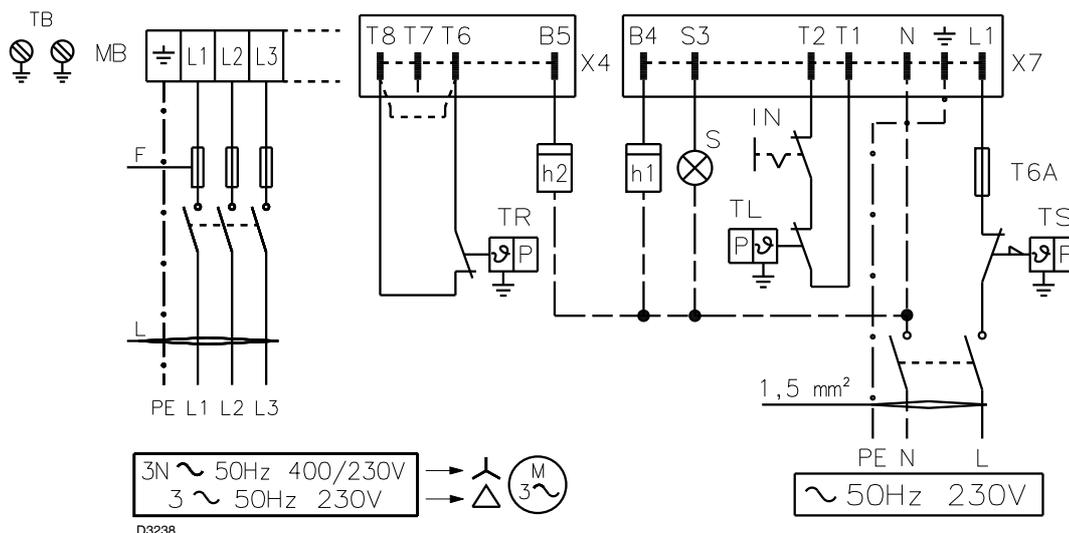

Abb. 24
Kabelschnitte und Sicherungen (Abb. 24), siehe Tab. L. Querschnitt, falls keine weiteren Angaben: 1,5 mm².
Der Brenner wird werkseitig auf den 2-Stufen-Betrieb voreingestellt, daher muss zur Steuerung des Brennstoffventils V2 die Fernsteuerung TR angeschlossen werden. Wird dagegen ein 1-Stufen-Betrieb gewünscht, so ist anstelle der Fernsteuerung TR eine Überbrückung zwischen den Klemmen T8 und T6 (Abb. 24) vorzusehen.
Legende (Abb. 24)
- Die Brenner verlassen das Werk mit einer Auslegung für einen zweistufigen Betrieb und müssen daher an die Fernsteuerung TR geschlossen werden. Wird dagegen ein 1-Stufen-Betrieb gewünscht, so ist anstelle der Fernsteuerung TR eine Überbrückung zwischen den Klemmen T8 und T6 (Abb. 24) vorzusehen.